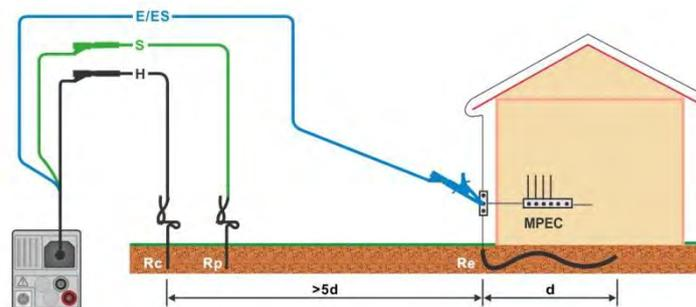

Abbildung 7.49: Widerstand zu Erde, Messung der Haupterdung der Anlage
- › Schließen Sie die Prüflleitungen am Prüfobjekt an., siehe **Abbildung 7.49**